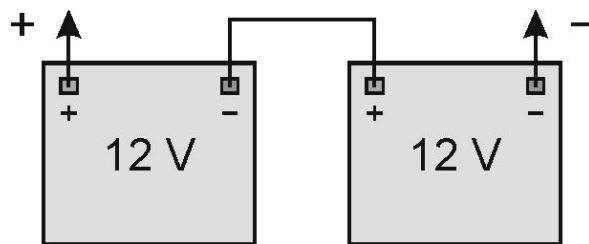

Рисунок 5
12.2.6 Під'єднайте нові акумуляторні батареї відповідно до схеми, що наведена на рис. 5